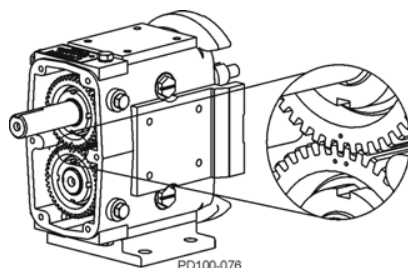

Abbildung 34 - Markierungen der Synchronisierungszahnräder
3. Schieben Sie das Zahnrad der kurzen Welle auf die kurze Welle. Auf dem Zahnrad der kurzen Welle befinden sich zwei Körnungen. Bringen Sie die einzelne Körnung des Stirntriebszahnrades zwischen die beiden Körnungen auf dem Zahnrad der kurzen Welle (Abbildung 34).